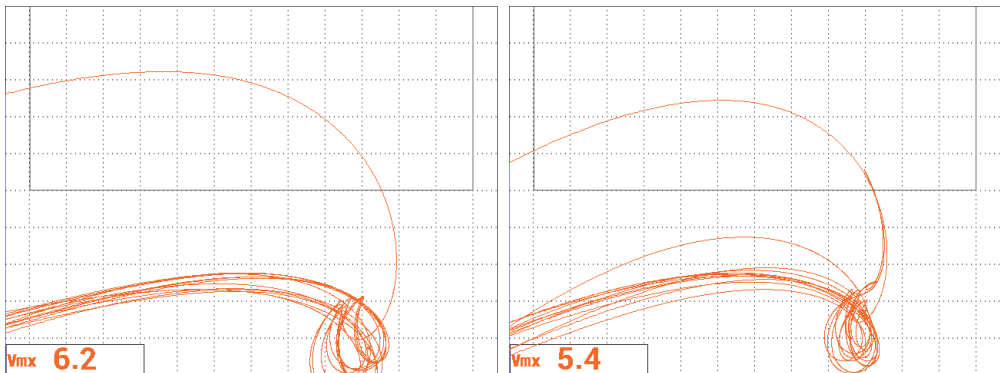

図 5-131 ファスナーの両方の列におけるスキャン結果
36. 位置 1 にプローブを置き、ファスナーの両方の列の最終スキャンを行います (221 ページの図 5-131 を参照)。